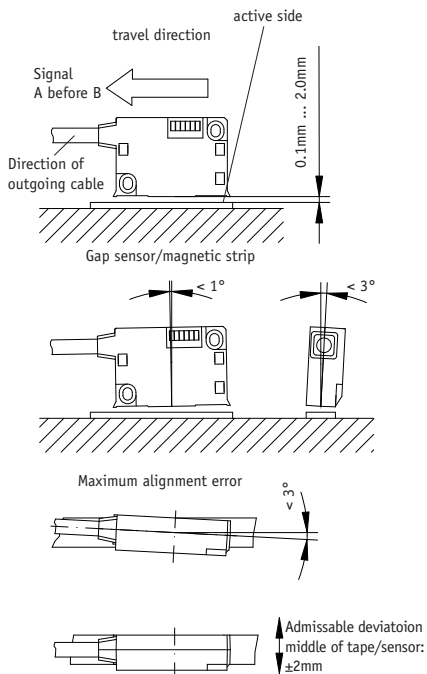

Fig. 6: Definition of the counting direction with magnetic strip and assemblage sensor/magnetic ring, gap measure, tolerances
- Die Abstandstoleranz zwischen Sensor und Magnetband wurde nicht eingehalten (über die **gesamte** Messstrecke!), der Sensor streift auf dem Magnetband. (Abb. 6)
- Der Sensor ist mit der aktiven Seite vom Band abgewandt montiert. (Abb. 6)
- Der Sensor wurde nicht entsprechend Abb. 6 ausgerichtet.
- Observe the correct alignment with regard to the counting direction (fig. 6). This does not apply if the counting direction can be reversed in the electronic interpretation. (e.g. in SIKO's magnetic-strip displays)